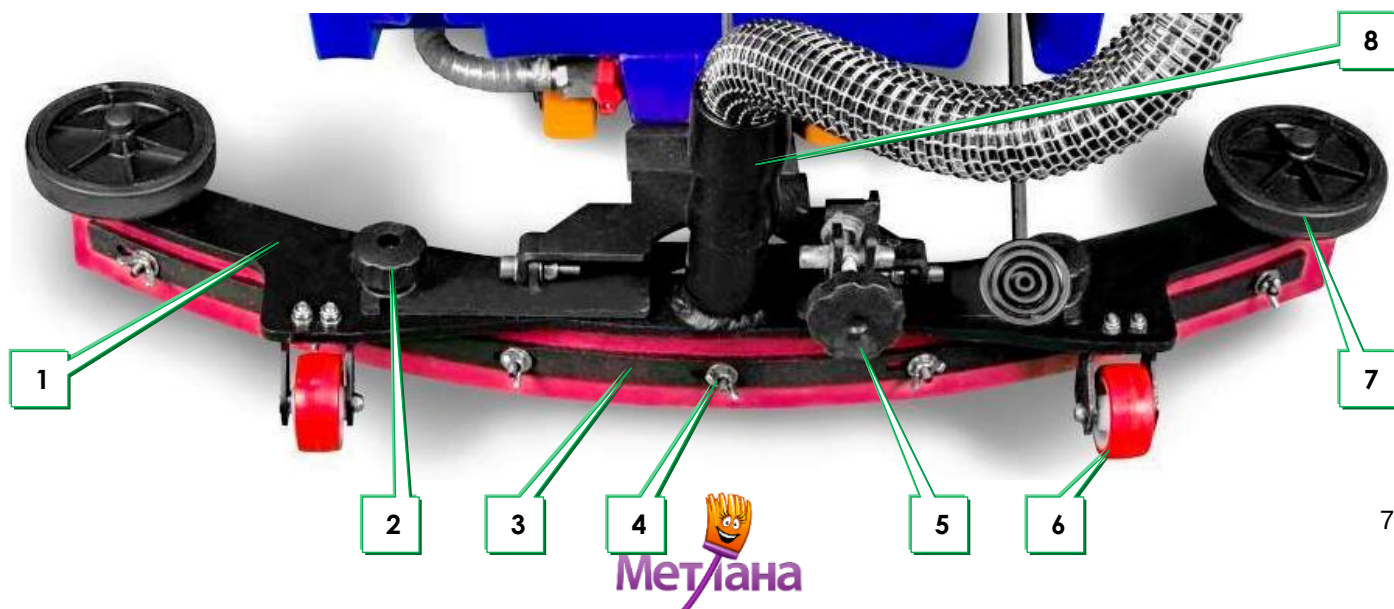
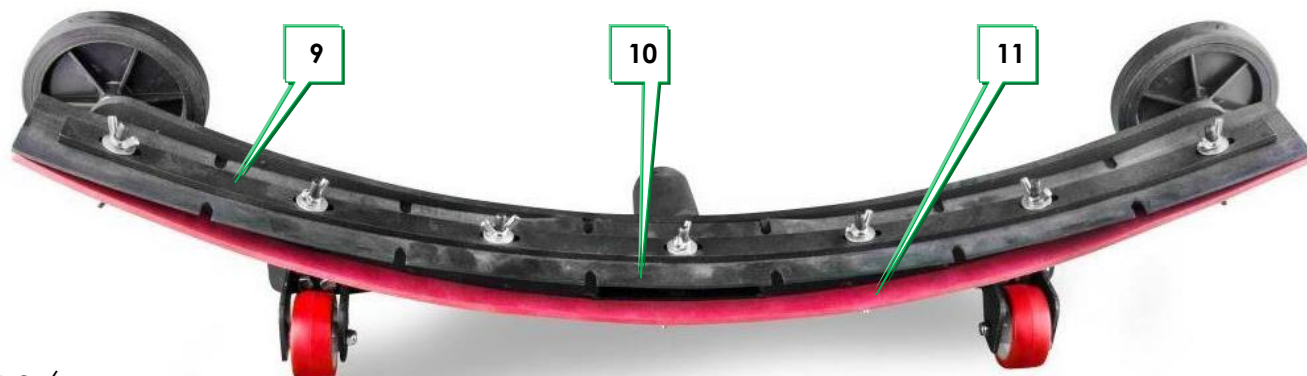

рис. 5
рис. 6
1. **Очистка водосборной балки** (рис.5 и рис.6): снимите с её патрубка наконечник вакуумного шланга (рис.5 поз.8), ослабьте барашки (рис.5 поз.2) и снимите насадку. Аккуратно очистите насадку, чтобы не повредить, резиновые лезвия (рис.6 поз.10 и 11), после чего установите насадку на место. Если выяснится, что рабочие кромки резиновых лезвий изношены, лезвия нужно перевернуть или заменить новыми. Для этого открутите барашки (рис.5 и рис.6 поз.4) уберите металлические пластины-держатели (рис.5 поз.3 и рис.6 поз.9) и снимите лезвия. Переверните их таким образом, чтобы рабочими стали неизношенные кромки. Если изношены обе кромки лезвия, оно подлежит замене. Сборка насадки и всего узла производится в обратном порядке.
Элементы водосборной балки показаны на рисунках (рис.5 и рис.6):
5. Регулировка прижима лезвий водосборной балки: отрегулировать наклон насадки вращением ручки винта (рис.5 поз.5). Водосборная резинка должна равномерно прилегать к полу по всей своей длине.